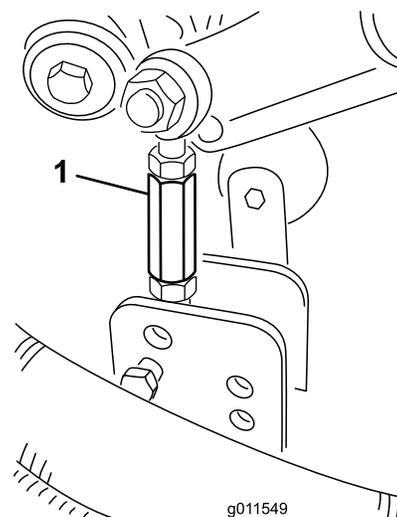
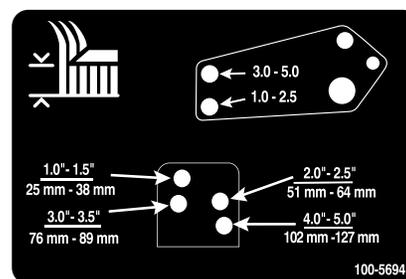

Figura 25
Figura 26
8. Togliete le coppiglie ed i perni con testa che fissano le connessioni dell'ammortizzatore alle staffe dell'apparato di taglio (Figura 25). Allineate i fori dei tiranti di smorzamento con i fori della staffa per l'altezza di taglio desiderata sul telaio dell'apparato di taglio (Figura 26), inserite i perni con testa e montate le coppiglie.